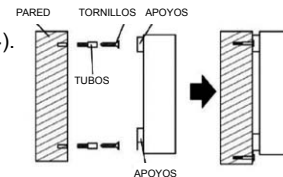

Fig. 4
3. Monte las asas con tornillos (Fig. 4).